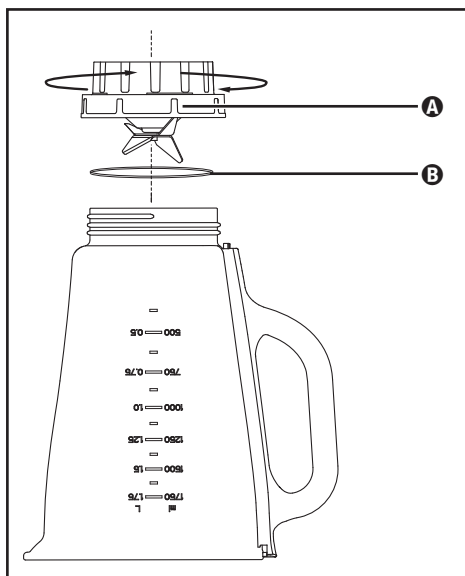

Bild 3
- 2) Vänd på produkten och vrid den del A där knivarna ④ sitter motsols tills den lossnar från mixerbehållaren ③ (se bild 3).